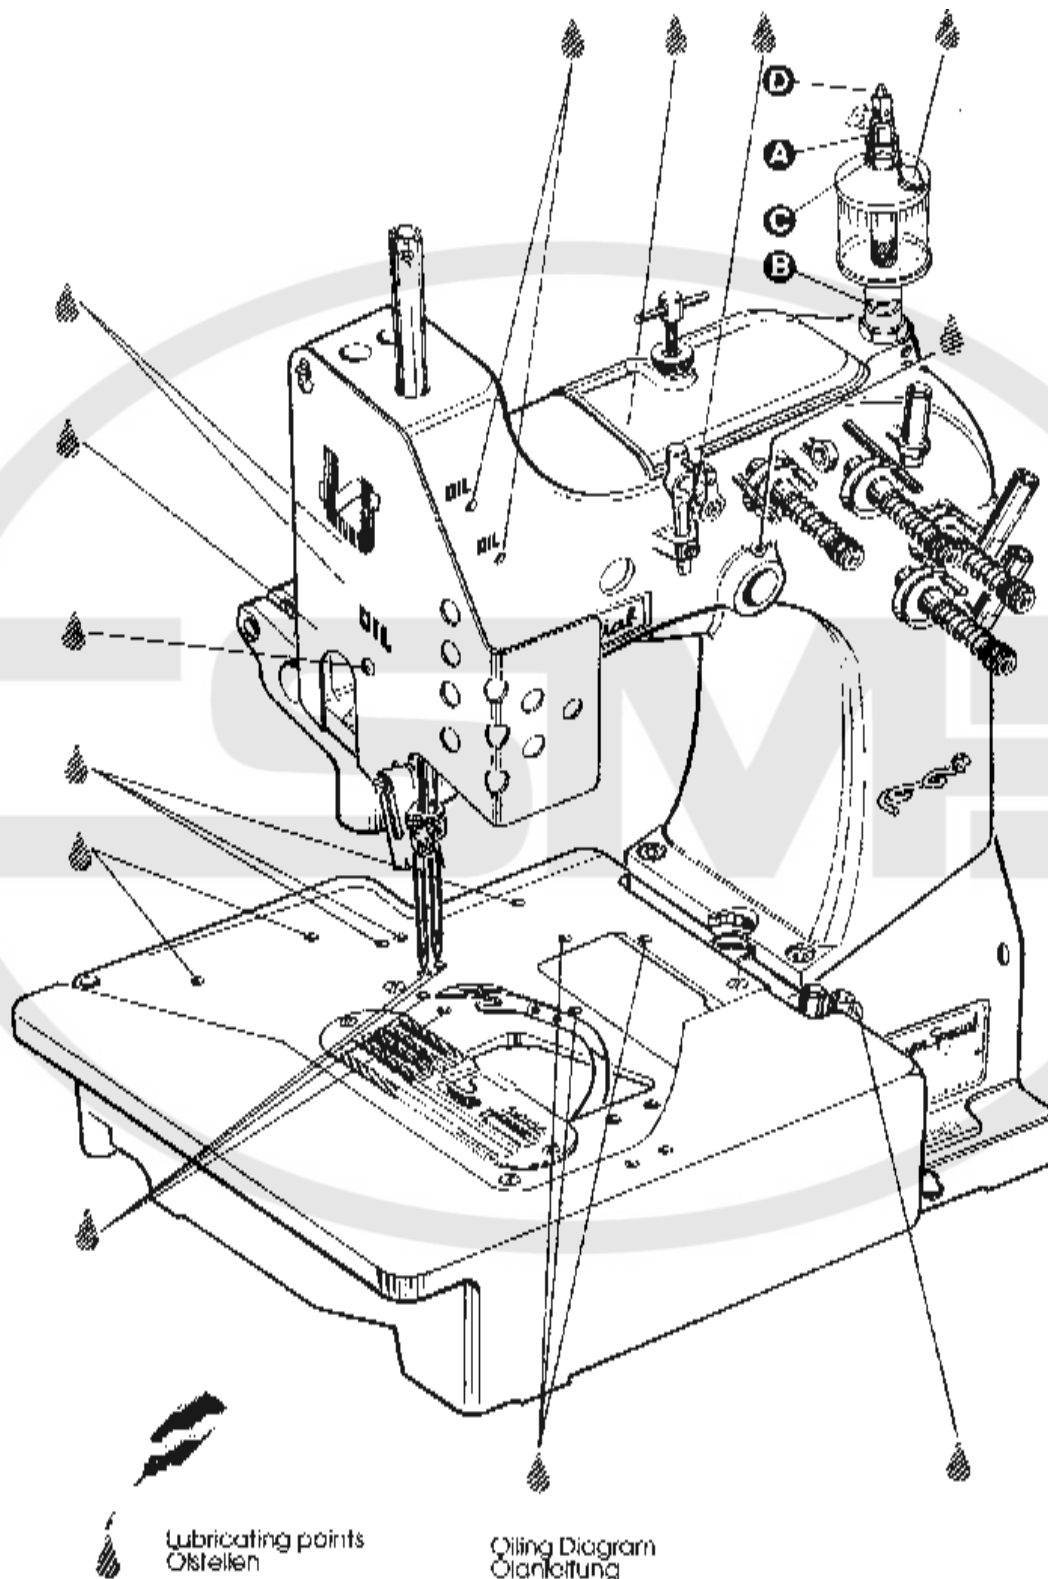

Fig. 1
Before operating a new machine for the first time, the sight feed oiler has to be adjusted. All lubricating points, indicated on the oiling diagram (Fig. 1) have to be oiled.
For adjusting fill the sight feed oiler halfway with oil and turn the metering pin (A, Fig. 1) a little bit out and then turn it in, until there will flow two to three drops of oil per minute. This can be checked on the sight glass (B). Secure the setting of the metering pin with lock nut (C). Fill the oiler.
Bevor eine neue Maschine zum ersten Mal in Betrieb genommen wird, muß der Tropföler eingestellt werden. Alle in der Ölanleitung (Fig. 1) angegebenen Ölstellen müssen geölt werden.
Füllen Sie den Tropföler zum Einstellen halb mit Öl und drehen Sie den Zumeßstift (A, Fig. 1) etwas aus und dann so weit ein, bis pro Minute zwei bis drei Tropfen Öl fließen. Dies kann am Schauglas (B) geprüft werden. Sichern Sie die Einstellung des Zumeßstiftes mit der Kontermutter (C). Füllen Sie den Öler.
The machines of class 81300 have to be cleaned and lubricated twice a day before the morning and afternoon start on the lubrication points indicated on the oiling diagram (Fig. 1, page 10). The sight feed oiler has to be kept filled and should be adjusted so, that it feeds two to three drops of oil per minute. The oiler has to be refilled latest, when 2/3 of the oil are used up (see also page 11).
Die Maschinen der Klasse 81300 müssen zweimal täglich, vor der Inbetriebnahme am Morgen und Nachmittags, gereinigt und an den in der Ölanleitung (Fig. 1, Seite 10) angegebenen Stellen geölt werden. Der Topföler muß gefüllt und so eingestellt sein, daß pro Minute zwei bis drei Tropfen Öl fließen. Der Öler muß spätestens nachgefüllt werden, wenn 2/3 der Ölmenge verbraucht sind (siehe auch Seite 11).